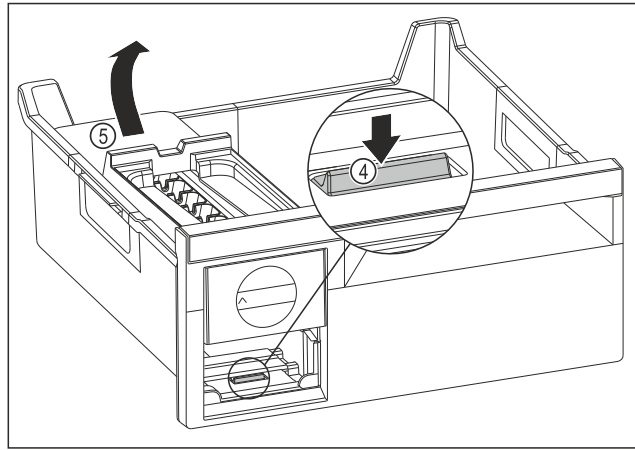

Fig. 76
- ▶ Scoaterea corpului EasyTwist-Ice: Apăsăți eclisa Fig. 76 (4) cu degetele în jos și concomitent cu cealaltă mână ridicați corpul EasyTwist-Ice Fig. 76 (5) din spate.